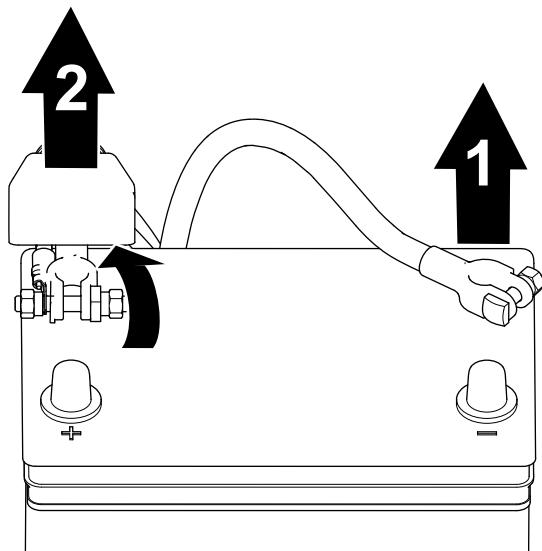

Figure 33
1. Débranchez le câble négatif de la borne de la batterie (Figure 33).
2. Soulevez le capuchon isolant et débranchez le câble positif de la borne de la batterie (Figure 33).